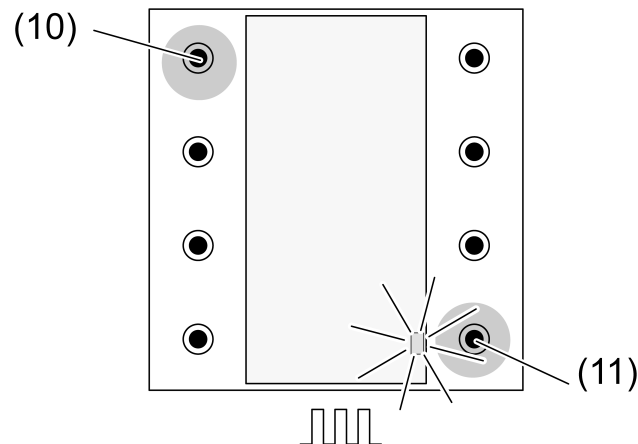

Figure 4: Activation du mode de programmation pour les touches de canal
- Appuyer simultanément pendant plus de 4 secondes sur les touches supérieure gauche (10) et inférieure droite (11) (Figure 4).
- Appuyer simultanément pendant plus de 20 secondes sur les touches supérieure gauche (10) et inférieure droite (11) (Figure 4).